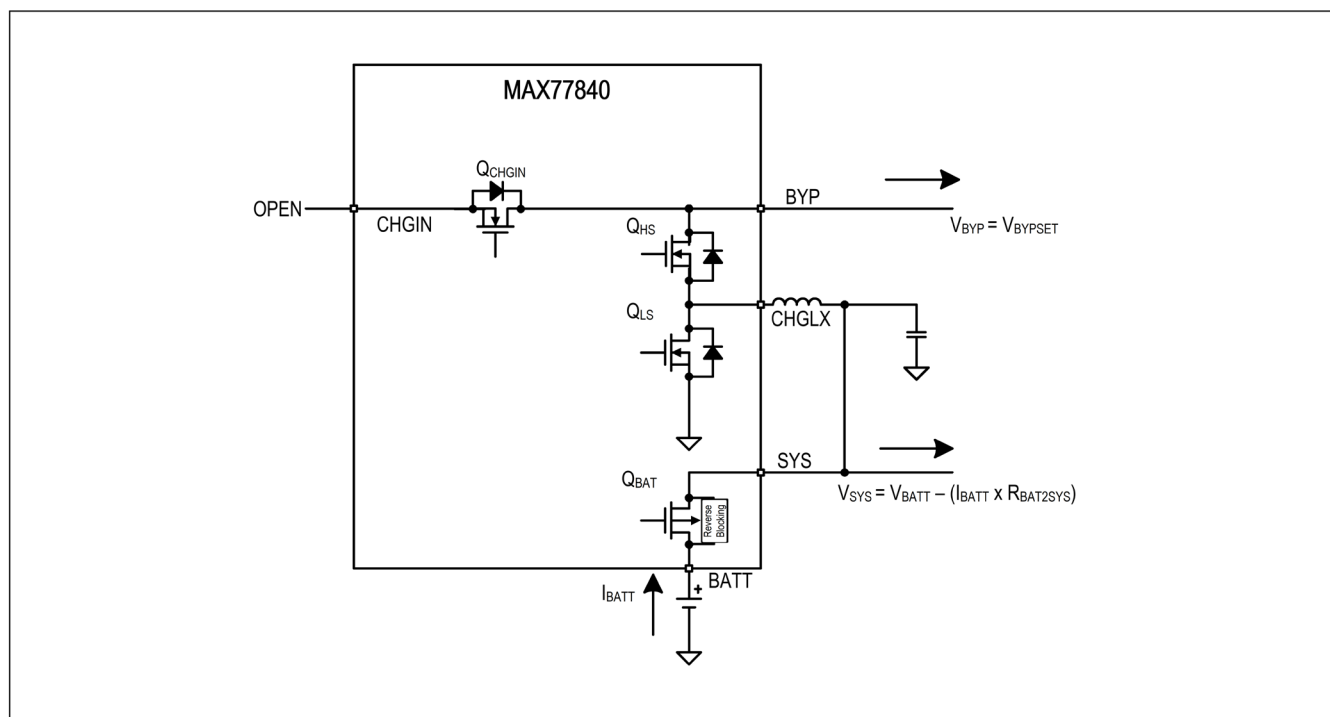

図5. バッテリ - 昇圧
3. バッテリー - 昇圧、*MODE* = 0x08:アダプタ電圧は無効となっており、入力電圧動作範囲外です (Q_{CHGIN} = オフ)。バッテリーが接続されSYSの負荷に給電しています (Q_{BAT} = オン)。また、チャージャは昇圧モードで動作しています (Boost = オン)。図5を参照してください。